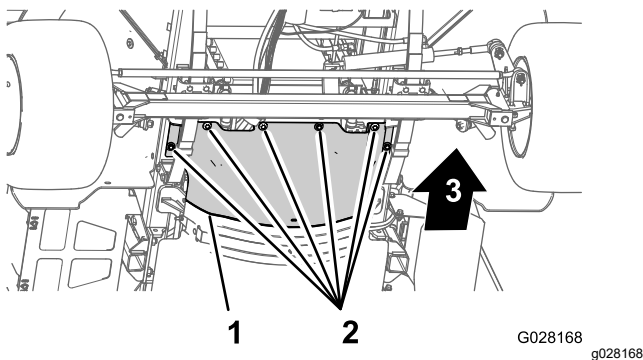

Figure 60
3. Retirez les 6 boulons à tête hexagonale et les 6 rondelles qui fixent l'écran pare-chaueur au châssis et déposez l'écran (Figure 60).